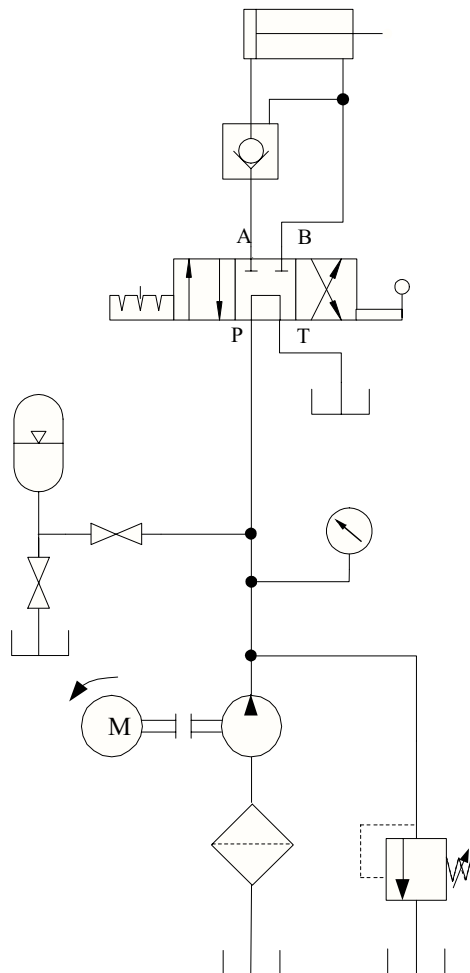

Figura 4.7 Circuito con válvula antirretorno pilotada.
25. Construir el circuito mostrado en la figura 4.7. Cerrar la válvula de alimentación al acumulador y encender la unidad de potencia.